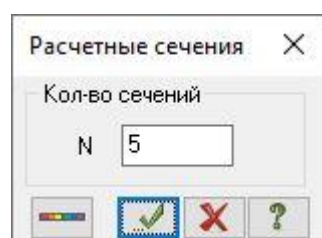

Рис.1.17. Диалоговое окно **Расчетные сечения**
- Щелчком по кнопке  – **Расчетные сечения стержней** (панель **Редактирование стержней** на контекстной вкладке **Стержни**) вызовите диалоговое окно **Расчетные сечения** (рис.1.17).